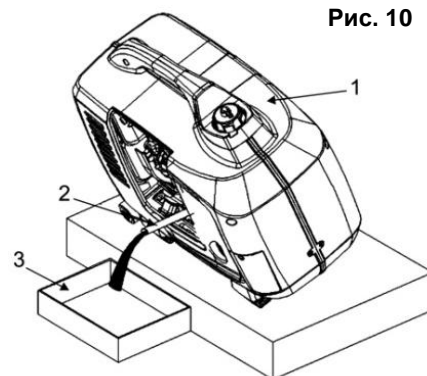

Рис. 10
- Установите генератор (1)(См. Рис.10) таким образом, чтобы сливное отверстие располагалось как можно ниже. Установите емкость для утилизации отработанного масла (3) под сливным отверстием.
- Наклоните генератор (1)(См. Рис.10) и слейте масло.